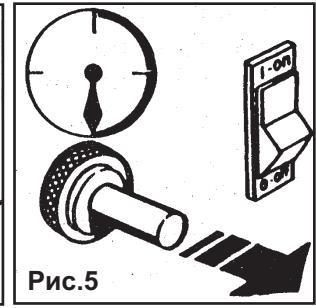

Рис.5
- После выполнения включения держать нажатой кнопку клапана в течение 10 сек. (Рис. 5). Если после этого нагреватель выключится, подождать одну минуту и повторить операцию включения, держа нажатой кнопку клапана чуть дольше.